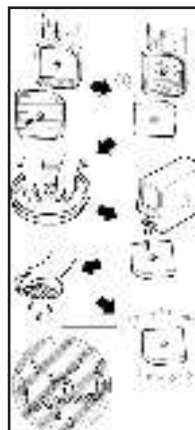

Рис. 11
- Снимите крышку корпуса (для моделей ННУ 1050Si, ННУ 2050Si, ННУ 3050Si и ННУ 9050Si) и извлеките фильтрующий элемент (1, рис. 11).